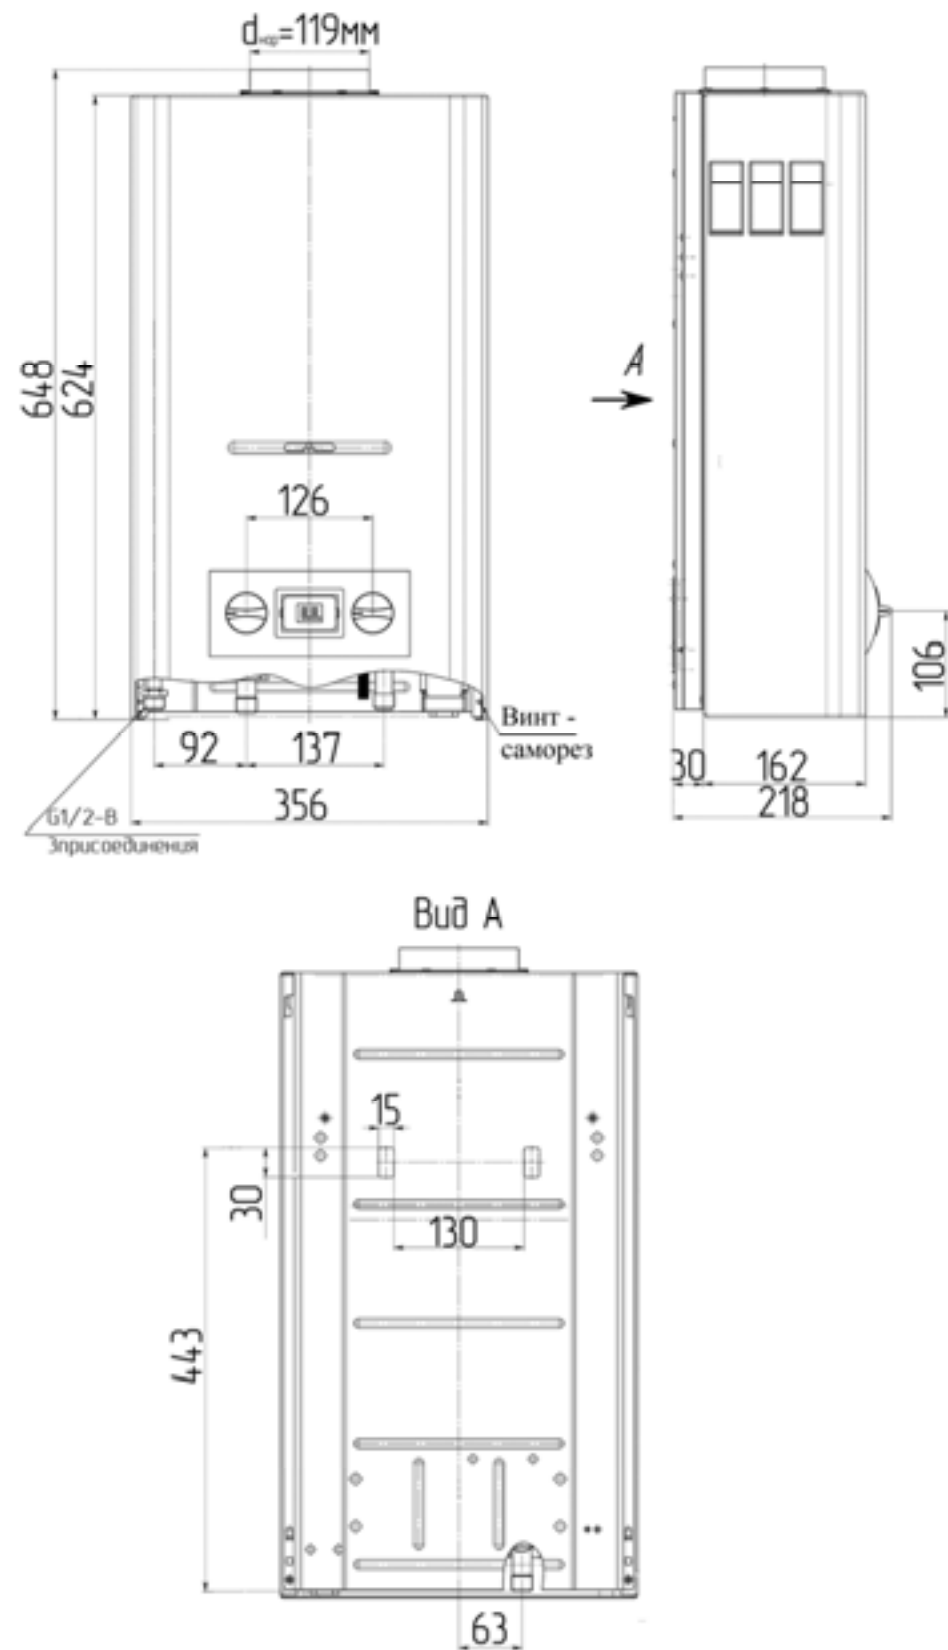

Рисунок 3 Размеры габаритные и монтажные
- вывернуть в нижней части изделия (под облицовкой) два винта - самореза, скрепляющие облицовку с каркасом (см. рис. 3);
3.2.9 Аппарат навешивается на закрепленные в стене кронштейны (прилагаются к изделию), с помощью монтажных отверстий на каркасе. Монтажные отверстия аппарата показаны на рис.3.
3.2.11 Габаритные и присоединительные размеры для подсоединения трубопроводов подвода газа, подвода и отвода воды, отвода продуктов сгорания через газоотводящую трубу показаны на рис.3.